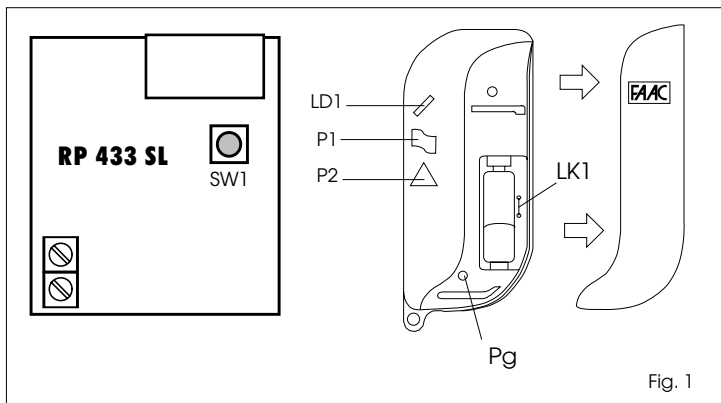

Fig. 1
- 4) Die Aktiviertaste P des Senderkanals zur Code-Selbstlernfunktion (Abb.1) loslassen.
- 5) Die Aktiviertaste P des Mustersenderkanals (Abb.1) loslassen.
Um den Sendercode vor unbefugter Duplikation zu schützen, kann der Jumper LK1, der in allen Sendern vorhanden ist (Abb.1), entfernt werden. Zur Anfertigung von Senderduplikaten muß der Jumper LK1 wieder hergestellt werden.
- 1) Abrir la caja del transmisor, deslizando la tapa como ilustra la fig.1, para acceder al botón de generación del código (Pg).